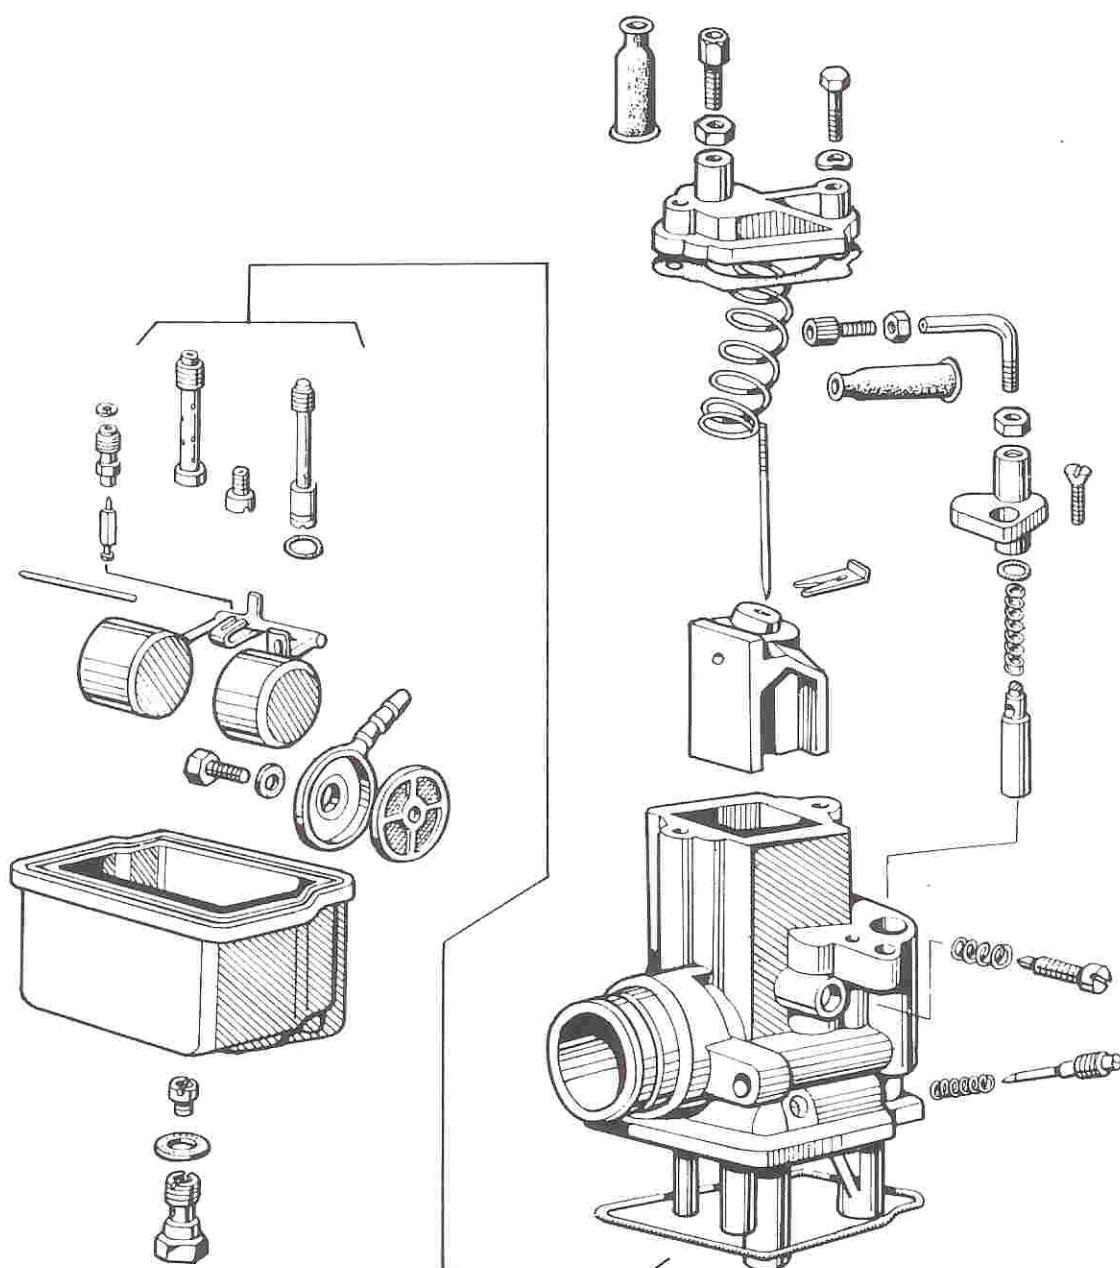

Fig. 382
7.1 Carburatori (fig. 382 e fig. 383)